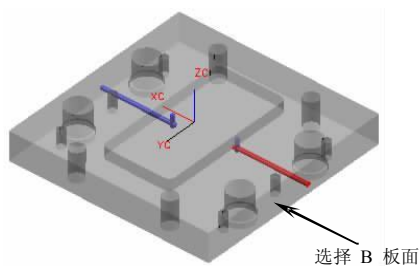

图5-90
14. 使用【冷却】功能创建冷却水道，设置冷却水道直径为“M8”、“HOLE_1_DEPTH=130”、“HOLE_2_DEPTH=130”，选择 B 板面作为冷却水道参考面，冷却水道坐标为 (30, -10, 0)，结果如图 5-90 所示。